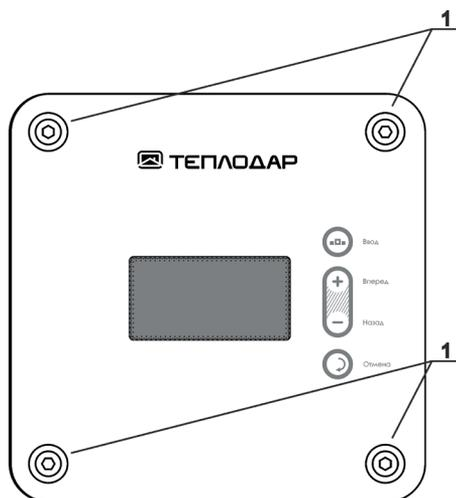
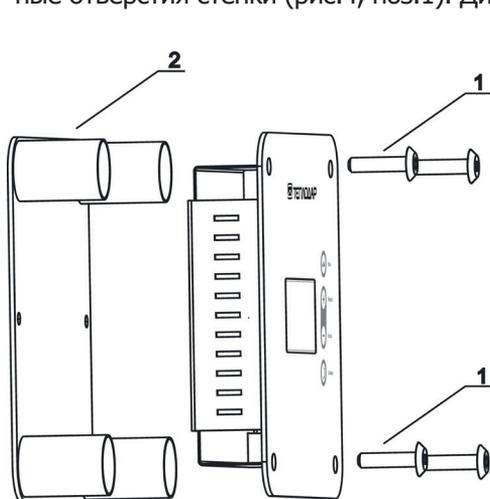

Рисунок 2 Внешняя панель Comfort AIR+
Рисунок 3 Панель управления Comfort AIR+
- Шестигранным ключом 4мм открутить винты (рис.2, поз.1)
- Вынуть винты и снять заднюю стенку корпуса панели управления (рис.3, поз.2)
Собрать внешнюю панель в обратной последовательности (рис.9, поз.1; рис.8, поз.1; рис.3, поз.2 и рис.2, поз.1).